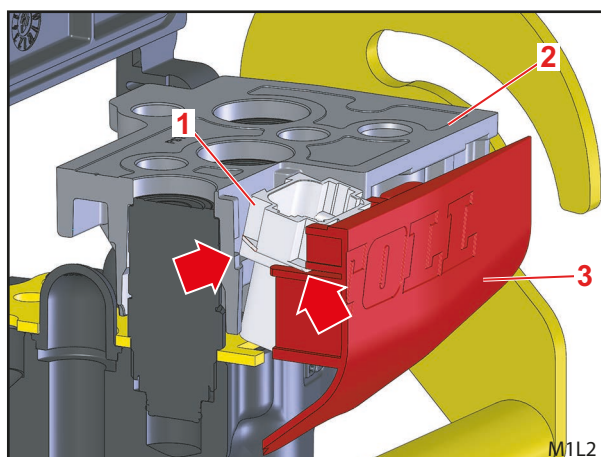

Fig. 10 Montage de la partie inférieure de l'Hydro-Fix – connecteur enfichable électrique et couvercle
- (6) Glisser la partie inférieure de l'Hydro-Fix sur le distributeur (pas jusque tout en bas).
- (7) Positionner le connecteur enfichable électrique légèrement en biais pour qu'il glisse dans les guidages et les surfaces (voir la flèche dans Fig. 10) lors de la jonction du couvercle et de la partie supérieure de l'Hydro-Fix.
- (8) Enfoncer complètement le couvercle et pousser simultanément la partie inférieure de l'Hydro-Fix vers le bas avec prudence.
- (9) Fixer la partie inférieure de l'Hydro-Fix avec 5 vis M8x45.